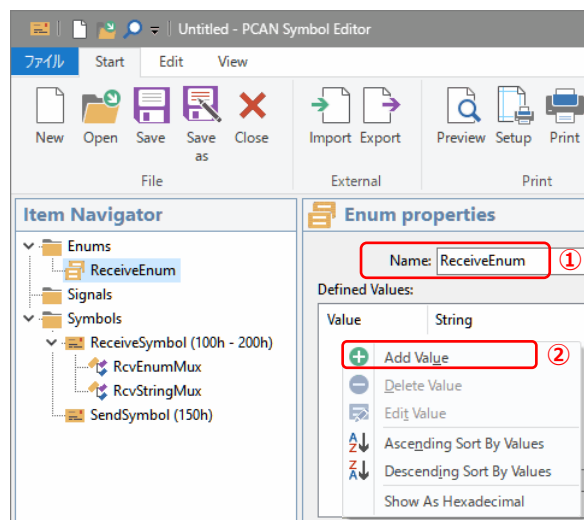

図 B4-2
Name に、ReceiveEnum を入力します（図 B4-2 ① 参照）。
Defined Values 内で右クリックし、表示されたコンテキストメニューから、Add Value を選択します（図 B4-2 ② 参照）。